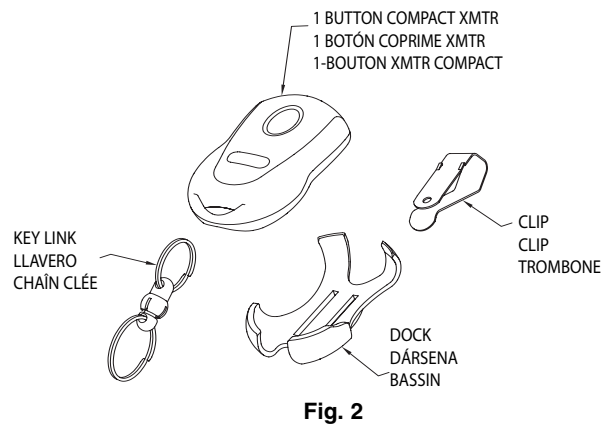

Fig. 2
Étape 5-1 Remplacement de pile Fig. 2.
Le récepteur dans le powerhead peut recevoir des signaux à 315 et 390 MHz. L'éloigné est la série d'usine à 315 MHz. Voir la figure 2 pour la commutateur de selector de fréquence.